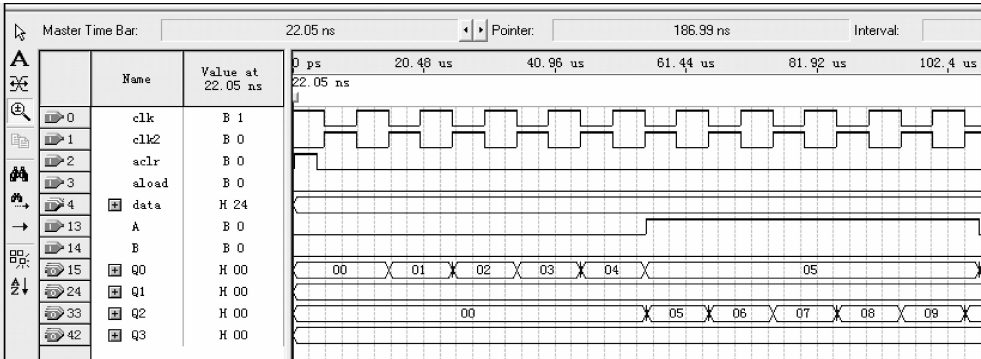

图 3-84 仿真结果
参考图 3-84,自主设计仿真输入波形,然后对逻辑电路进行仿真,观察仿真波形,记录分析实验结果。参考仿真方案:①给 4 个寄存器置入十六进制数据 11,使得 11 依次从 Q2、Q3、Q1、Q0 端口输出;②依次给 4 个寄存器置入十六进制数据 01、02、03、04,并输出到 Q 端口。